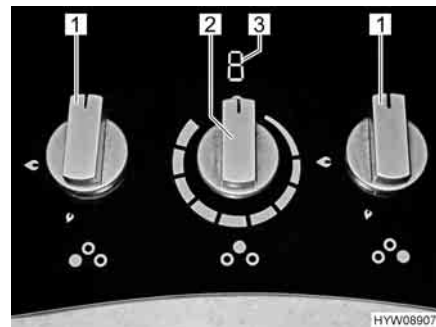

Fig. 140 Elementi di comando del fornello a gas con piano di cottura a induzione
- Ruotare il pomello girevole (Fig. 140,1) dell'impianto a fiamma libera desiderato in posizione accesa (fiamma alta).
- Ruotare sulla posizione 0 il pomello girevole (Fig. 140,1). La fiamma si spegne.
- Ruotare il pomello girevole (Fig. 140,2) del piano di cottura a induzione nella posizione desiderata. L'indicatore (Fig. 140,3) mostra il valore impostato.
- Ruotare il pomello girevole (Fig. 140,2) del piano di cottura a induzione in posizione 0. L'indicatore (Fig. 140,3) si spegne. Successivamente allo spegnimento, finché la temperatura del piano di cottura a induzione risulta superiore a 60 °C l'indicatore mostra la lettera "H" (indicazione del calore residuo).
Sul piano di cottura a induzione sono indicate le seguenti informazioni (Fig. 140,3):